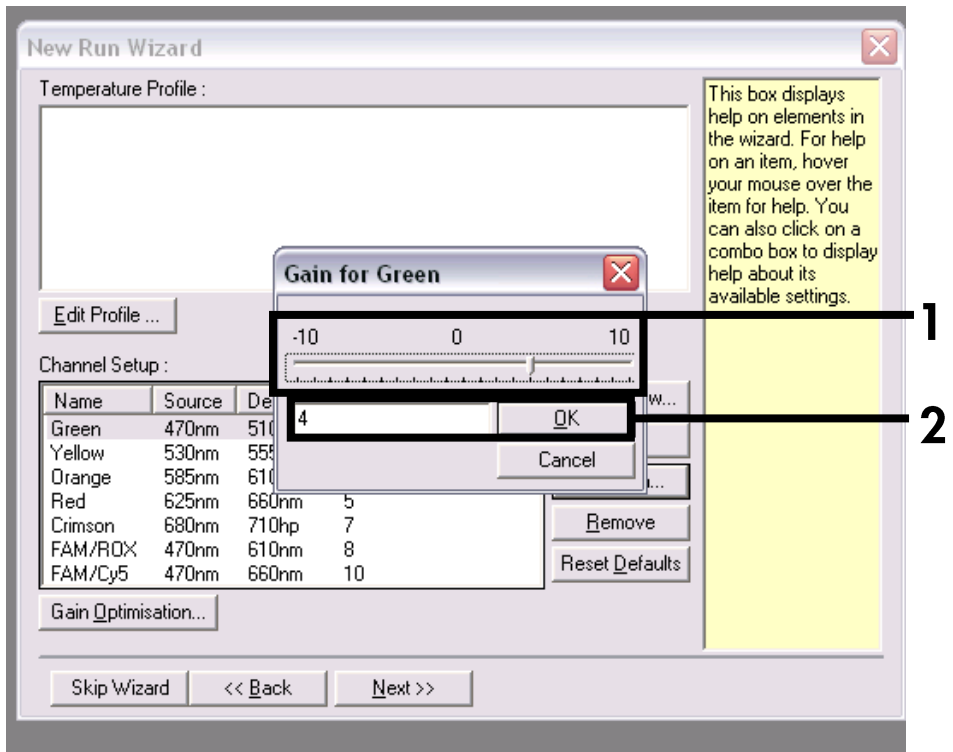

Figure 8. Modification du gain. À titre d'exemple, la figure montre le réglage du gain sur la valeur 4 pour le canal Cycling Green.
Modification du gain	Figure 8, Figure 9
10. Modifier le gain pour chaque canal, comme indiqué sur la **Figure 8**. Les réglages du gain final pour chaque canal sont indiqués sur la **Figure 9**.